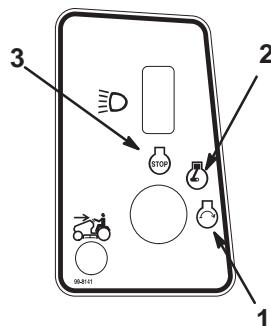

Bild 11
6. Drehen Sie den Zündschlüssel im Uhrzeigersinn und halten ihn auf Start (Bild 11). Lassen Sie den Schlüssel sofort los, wenn der Motor anspringt.
2. Stellen Sie den Zündschlüssel auf AUS und ziehen ihn (Bild 11).